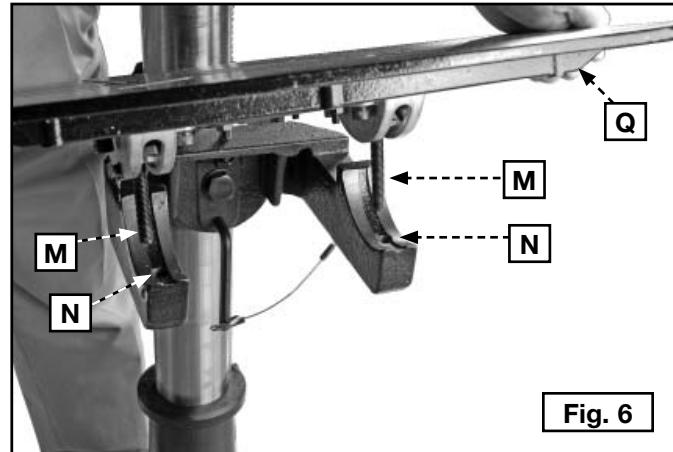

Fig. 6
4. Alignez les boulons (M), fig. 6, sur le plateau (Q) avec les trous sur les supports de plateau (N) et posez le plateau sur les supports.